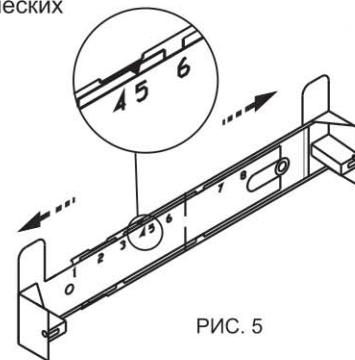

РИС. 5
- прежде чем прикрепить кронштейн к стене, необходимо выставить кронштейн на нужный размер (равный ширине верхней фальштрубы) (рис.5). Увеличьте размер кронштейна (если это необходимо), раздвинув его, и установите фиксатор напротив цифры, соответствующей Вашему зонту (см табл.3, графа N).